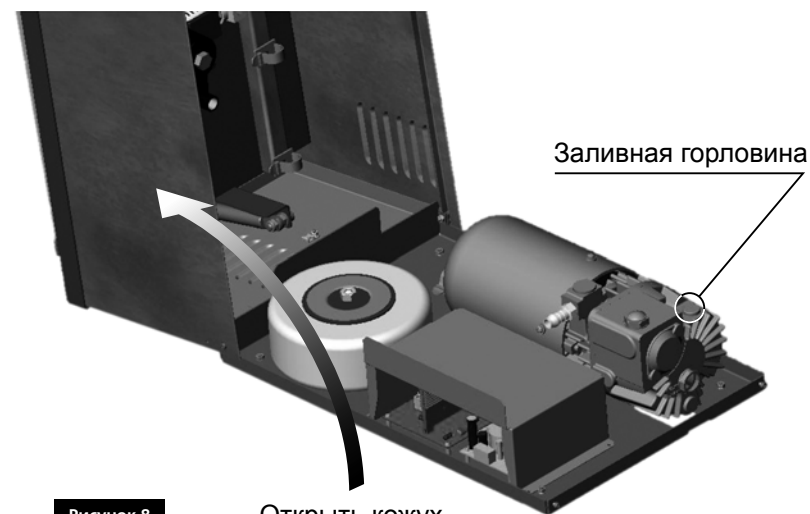

Рисунок 8
3. Откройте корпус вакуумного упаковщика (см. Рис. 8) по направлению стрелки;
4. Открутите пробку заливной горловины (см. Рис. 8);